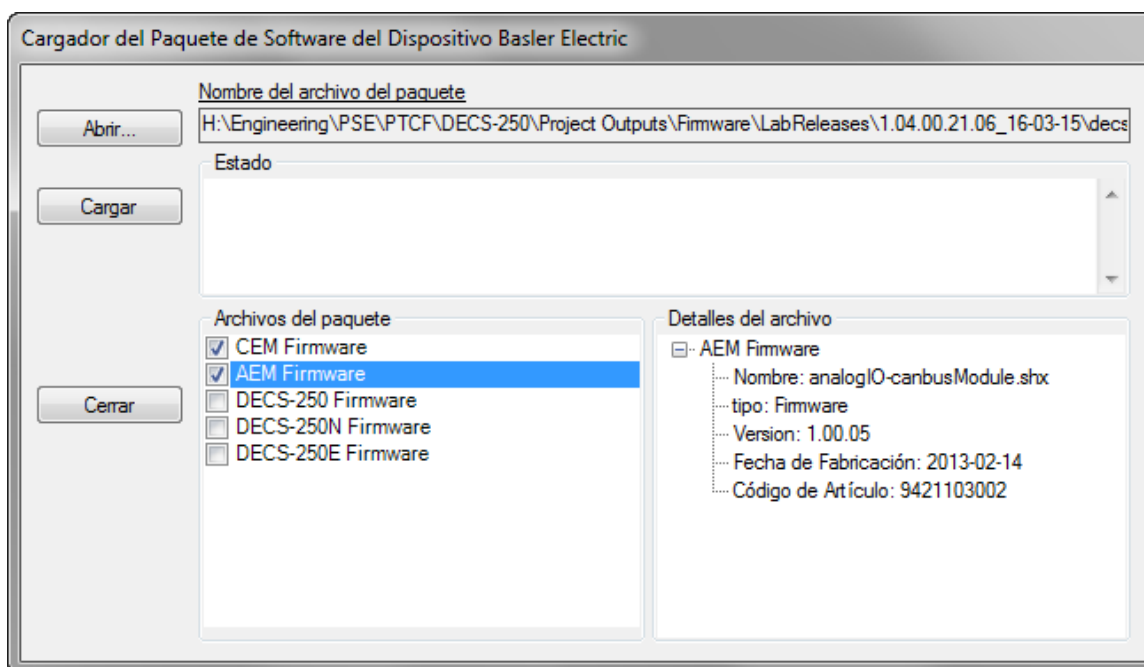

Figura 19-11. Herramienta de carga de paquete de dispositivo de Basler Electric
8. Cuando aparezca la pantalla *Basler Electric Device Package Uploader* (Herramienta de carga del paquete del dispositivo de Basler Electric) (Figura 19-11), haga clic en el botón Open (Abrir) para